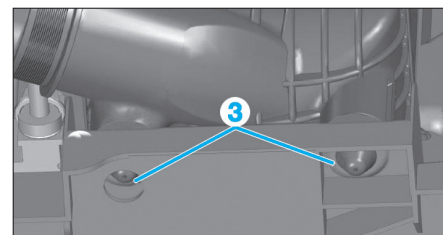

Fig. 42
Procéder dans l'ordre inverse aux opérations de dépose en prenant soin de positionner correctement les ergots (3) (Fig.42).